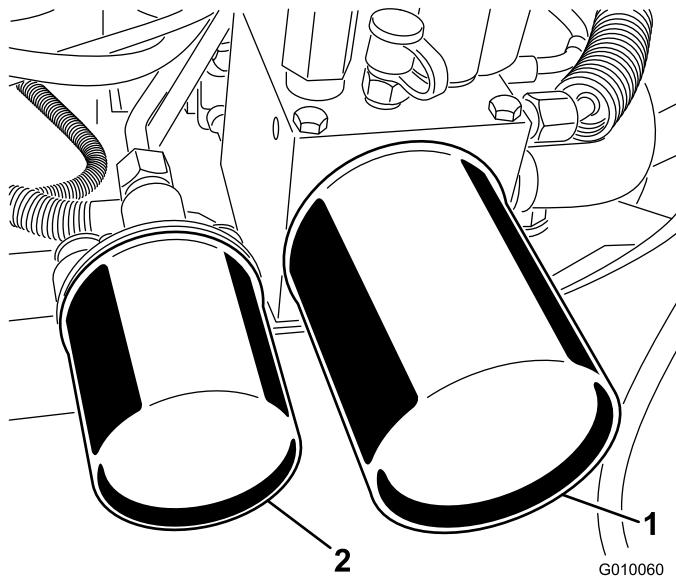

Figura 60
2. Coloque un recipiente bajo los filtros, retire los filtros usados y límpie con un paño la superficie de la junta del adaptador del filtro (Figura 60).